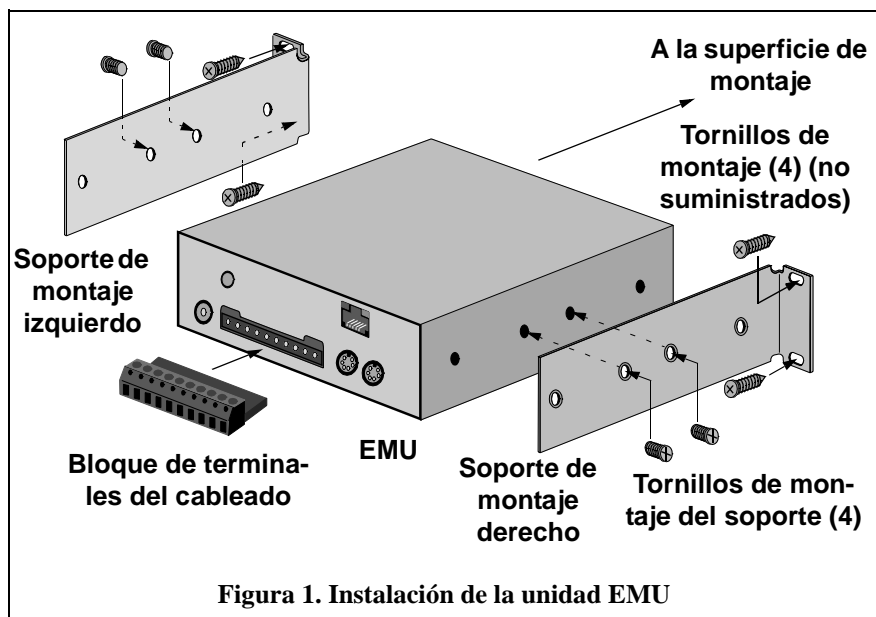

Figura 1. Instalación de la unidad EMU
1. Fije los dos soportes de montaje suministrados en los costados de la unidad EMU con los cuatro tornillos del soporte de montaje 8-32 x 3/8 pulg. (provistos). Las bridas deben quedar colocadas como se muestra en la Figura 1.